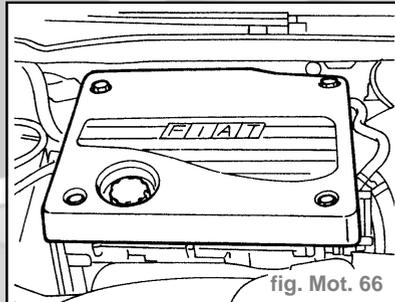

fig. Mot. 66
- Déposer la protection supérieure du moteur (fig. Mot. 66).